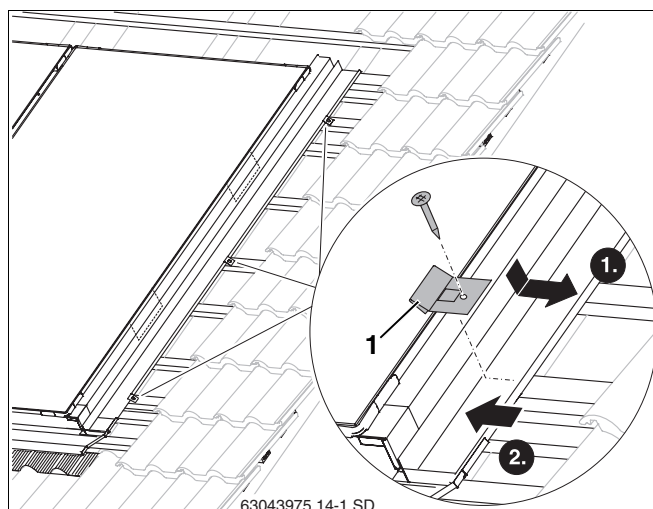

Рис. 49 Крепление бокового накладного листа
- Уложить прихват (рис. 49, **поз. 1**) в кант бокового накладного листа.